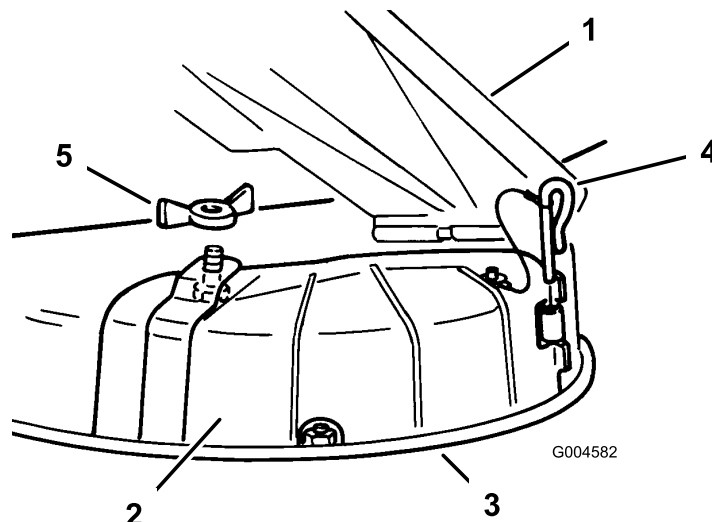

Figura 24
3. Retire a porca de orelhas e o parafuso que fixam a cobertura no lugar (Figura 24). Guarde todas as peças para utilizar futuramente.
4. Retire os pino da dobradiça que fixa a cobertura à plataforma (Figura 24).
3. Levante o deflector de relva e coloque a cobertura de descarga por cima da abertura no rebordo inferior no cortador e deslize-o para a dobradiça frontal (Figura 24).
4. Faça deslizar o pino da dobradiça pela dobradiça (Figura 24).
5. Fixe a cobertura de descarga ao cortador com a porta de olhelhas (Figura 24).